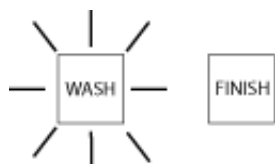

Fig.17
- 6- Attendere il termine del ciclo fino a quando il tasto "C" smette di lampeggiare. Aprire la porta e togliere il cesto con le stoviglie pulite. (Fig.17)